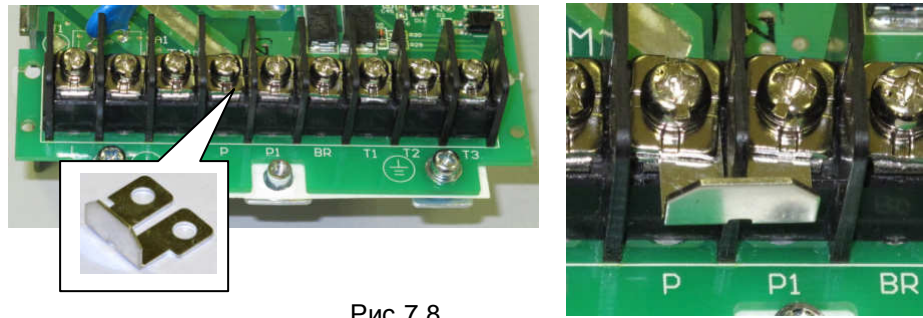

Рис.7.8
7.2.5. Установить перемычку между клеммами Р и Р1 на силовой клеммник и закрепить её винтами. (рис. 7.8).